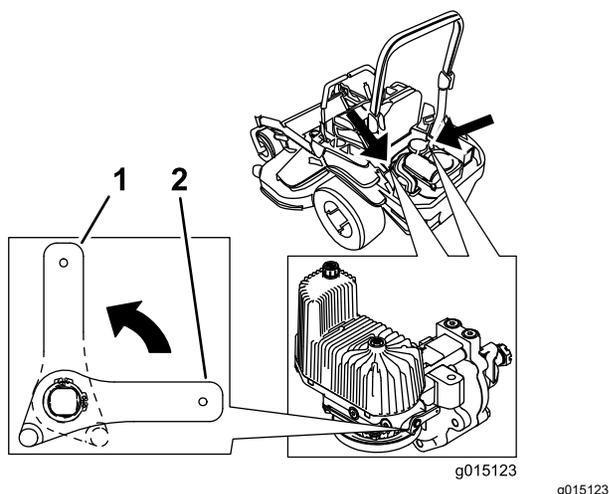

Рисунок 40
3. Поверните рычаги клапанов отключения в вертикальное положение, чтобы перемещать машину толканием (Рисунок 40).
5. Поверните рычаги клапанов отключения в горизонтальное положение, чтобы работать на машине (Рисунок 40).